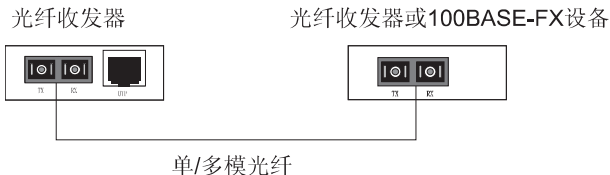

图5
- 光缆的一端连接收发器的SC接头，另一端连接到另一收发器或100Base-FX设备。如图5: